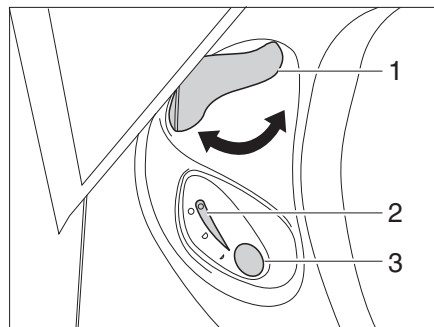

Fig. 144 Centralina di controllo toilette Thetford
- Prima di tirare l'acqua, aprire il cursore della toilette Thetford. A tal fine ruotare la leva del cursore (Fig. 144,1) in senso antiorario.
- Per sciacquare premere il pulsante blu (Fig. 144,3).
- Dopo aver tirato l'acqua chiudere il cursore. Ruotare la leva del cursore (Fig. 144,1) in senso orario.
Quando la cassetta Thetford è piena e deve venire svuotata, la spia di controllo (Fig. 144,2) si accende.
- Ruotare la leva del cursore (Fig. 144,1) in senso orario. Il cursore viene chiuso. Per svuotare il cursore **deve** essere chiuso nella toilette Thetford.